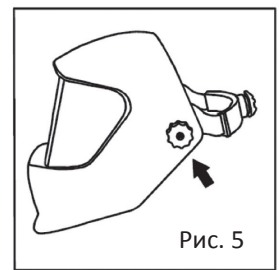

Рис. 5
2) Можна змінити кут маски шляхом регулювання гвинтів на двох сторонах маски (рис. 5).